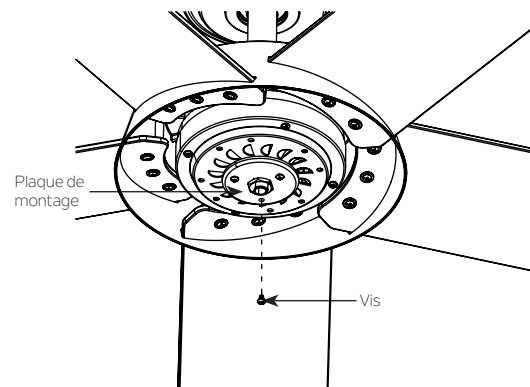

Fig. 19
Étape 1: Retirez l'une des trois vis qui a été préinstallée sur la plaque de montage et conservez-la pour une utilisation ultérieure. Desserrez les deux autres (ne les retirez pas). (Fig 19)